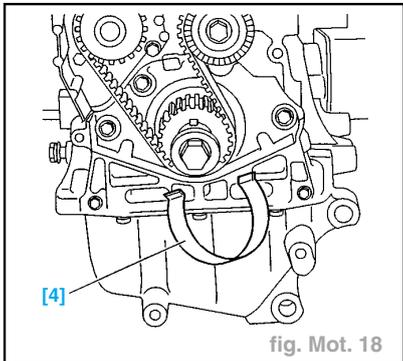

fig. Mot. 18
- Tourner le pignon (31) dans le sens horaire, pour le placer à fond de boutonnière.
- Replacer la courroie de distribution sur le vilebrequin. Maintenir la courroie avec l'outil [4] (épingle de maintien, réf. 0188K) (fig. Mot. 18).